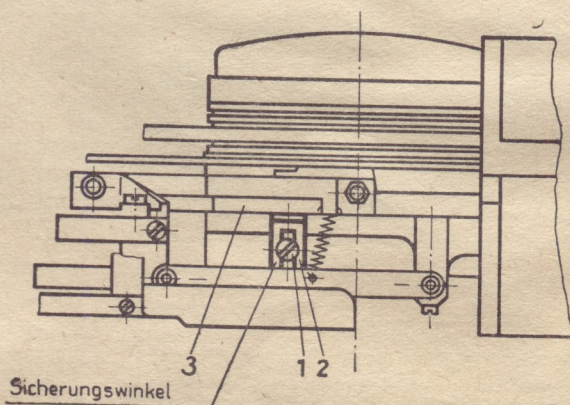

Bild 10
1. Vor Inbetriebnahme den Einschub, wie im Abschnitt III. »Beschreibung des Gerätes« beschrieben, aus dem Gehäuse herausziehen. Schraube (1) (Bild 10) lösen. Sicherungswinkel (2) bis Schlitzende nach unten stellen und Schraube (1) festziehen. Der Bügel (3) darf in der tiefsten Stellung nicht an dem Sicherungswinkel anliegen.
Sicherungswinkel (2) (Bild 10) nach Lösen der Schraube (1) gegen den Bügel (3) legen. Schraube (1) festziehen.